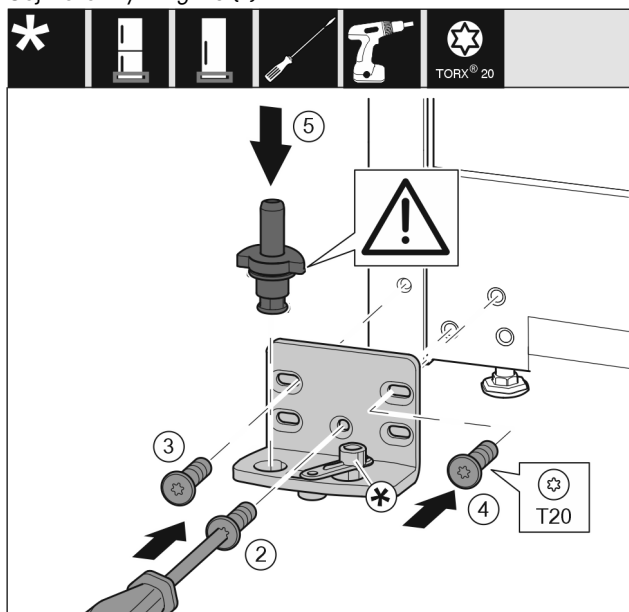

Fig. 16
- ▶ Nasadte stojan ložiska na druhé straně a přišroubujte pomocí šroubováku T20. Začněte šroubem 2 dole uprostřed. Fig. 16 (2)
- ▶ Pevně utáhněte šroub 3 a 4. Fig. 16 (3,4)
- ▶ Zcela vložte ložiskový čep. Přitom dávejte pozor, aby zajišťovací vačka směřovala dozadu. Fig. 16 (5)